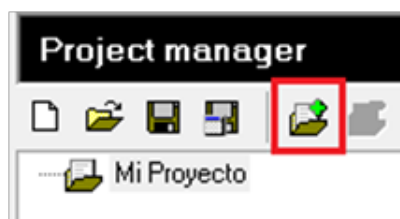

Figura 10: Botón para añadir equipos al proyecto.
10.- Una vez detectado el puerto COM, es posible añadir un equipo **CMBUS** al proyecto haciendo clic en el botón que añade equipos al proyecto, **Figura 10**.
1.- Hacer clic en el botón de agregar equipos al proyecto (**Figura 10**).